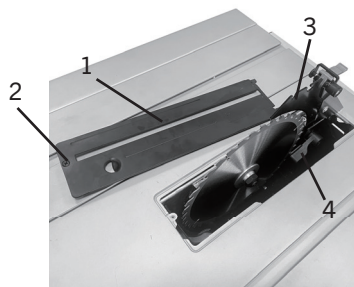

FIG. 5
Le coupeau diviseur (3) (Fig. 5), dispositif de sécurité d'une scie circulaire sur table, est une mince plaque métallique fixe montée derrière la lame. Il prévient les rebonds en empêchant les morceaux de bois coupés de pincer la lame ou de se refermer dessus pendant la coupe.
1. Pour régler le coupeau diviseur (3), retirez la plaque à gorge (1) (Fig.5) du plateau en dévissant la vis à tête cylindrique (2) puis en la tirant vers le haut.
4. Déverrouillez le levier de verrouillage du coupeau diviseur (4) (Fig. 5) en le faisant pivoter vers le haut (position verticale).
5. Poussez le coupeau diviseur (3) (Fig. 5) vers le levier de verrouillage (4) (Fig. 5) pour le dégager de ses goupilles/fentes de positionnement.
6. Tirez le coupeau diviseur (3) (Fig. 5) vers le haut jusqu'à ce que ses trous de fixation inférieurs s'engagent dans les goupilles de positionnement et que le coupeau diviseur (3) se trouve au-dessus de la lame de scie.
- Engagez le levier de verrouillage (4) (Fig. 5) en le faisant pivoter vers le bas (position horizontale). Une fois fixé, assurez-vous que le couteau diviseur parfaitement aligné avec le centre de la lame. Si ce n'est pas le cas, c'est probablement dû à un mauvais alignement des broches de positionnement; réajustez-le jusqu'à obtenir l'alignement.
- Réinstallez et fixez la plaque à gorge (1) (Fig. 5) avec une vis à tête cylindrique.